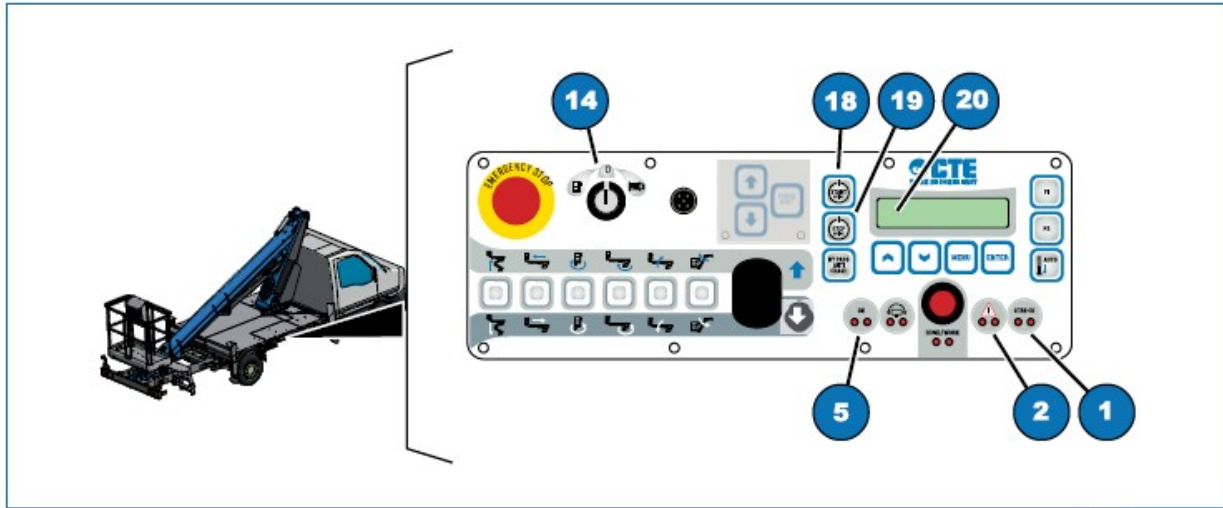
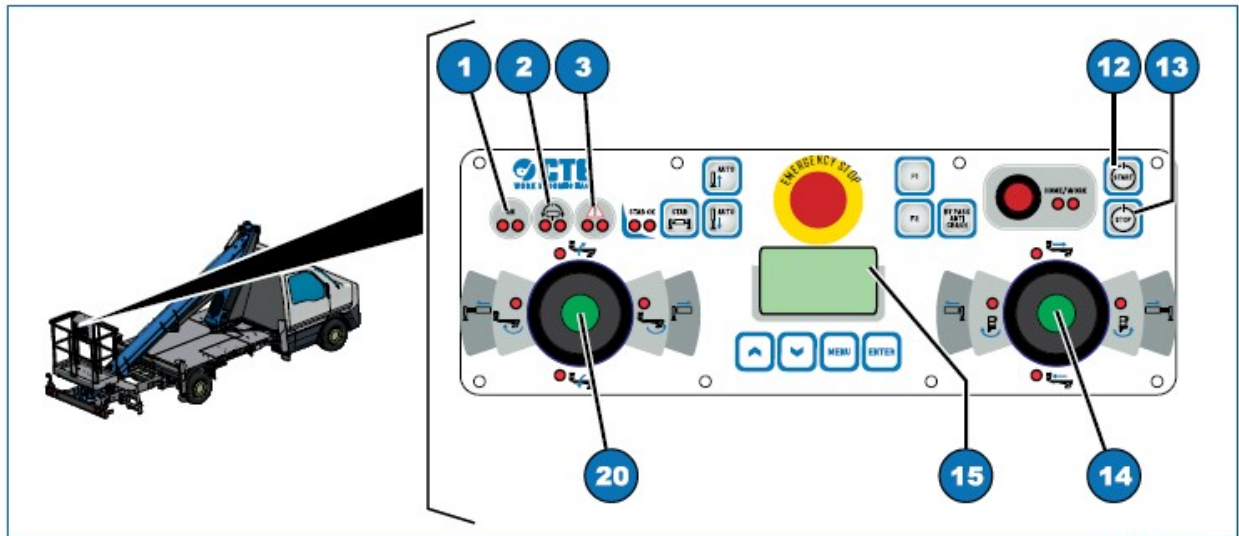

Fig. 6.2
Fig. 6.4
- 2) Introduceți cheia în întrerupătorul selector (Fig. 6.2, 14);
- 3) Rotiți întrerupătorul selector (Fig. 6.2, 14) în poziția „comenzi de la sol”.
- 4) Se aprind luminile care indică „ON” (pornit) (Fig. 6.2, 5);
- 5) asigurați-vă că sunt stinse luminile indicatoare „STAB OK” (Fig. 6.2, 1);
- 9) Verificați să fie aprinse luminile de „STAB OK” (Fig. 6.2, 1), care arată că se poate ridica brațul.
- 1) rotiți cheia întrerupătorului selector (Fig. 6.2, 14) în poziția „comenzi principale platformă de lucru”;
- 8) Verificați ca lumina care indică alimentarea cu curent de pe panoul de comandă de pe platformă este pornită („ON”) (Fig. 6.4, 1);
- 10) mișcați brațul menținând manetele de comandă pentru mișcări proporționale (Fig. 6.4, 14 e 20) în poziția necesară.
Dacă vreți să opriți motorul când ați ajuns în poziția de lucru, apăsați butonul „STOP” (Fig. 6.4, 13). Pentru a îl reporni, apăsați butonul „START” (Fig. 6.4, 12).
Platforma de lucru poate fi comandată de la stația de comandă de la sol. Pentru a activa această stație, rotiți întrerupătorul selector (Fig. 6.2, 14) în poziția „comenzi de la sol”.
Dacă vreți să opriți motorul când ați ajuns în poziția de lucru, apăsați butonul (Fig. 6.2, 19). Pentru a îl reporni, apăsați butonul (Fig. 6.2, 18).
Utilajul este dotat cu un dispozitiv de monitorizare a sarcinii pe platformă. În funcție de panoul selectat, dacă se depășește capacitatea maximă, lumina (Fig. 6.2, 2) sau (Fig. 6.4, 3) se aprinde, se aude o sonerie și se afișează un cod de eroare pe ecran (Fig. 6.2, 20) sau (Fig. 6.4, 15). În același timp, sunt blocate toate mișcările platformei. După ce sarcina în exces este îndepărtată de pe platformă, comenzile vor fi din nou disponibile.